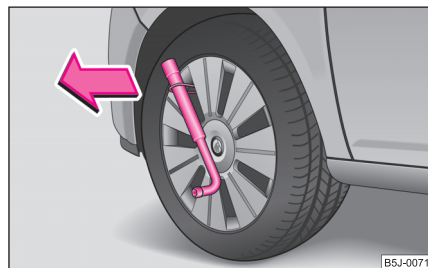

Fig. 169 Demontarea capacului de roată
- Introduceți cheia de roată prin mâner, sprijiniți cheia de roată și trageți capacul ⇒ fig. 169.